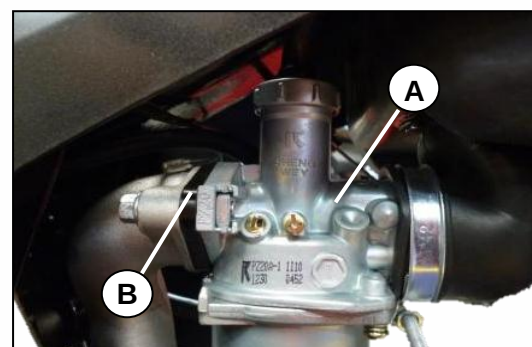

Fig. 8.7
- Remueva el carburador [A] y luego la baqueta del carburador [B]. Fig. 8.7